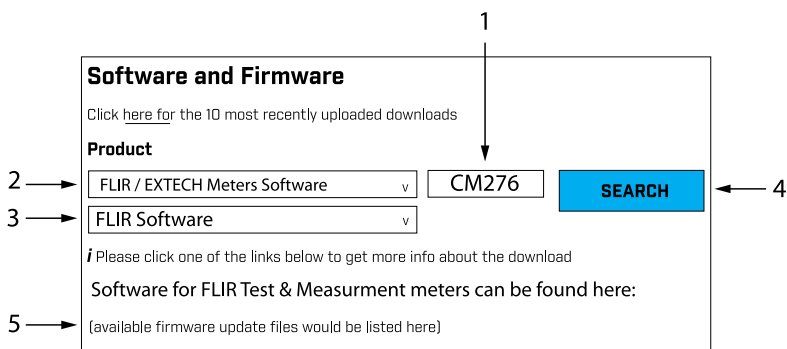

Figure 13.3 Suivez les étapes pour terminer le processus de téléchargement.
- Pour la Figure 13.3 ci-dessous, 1. Saisissez **CM276** dans le champ de recherche ; 2. Sélectionnez **Logiciels FLIR / Extech** dans le menu déroulant ; 3. Sélectionnez **Logiciels FLIR** dans le menu déroulant ; 4. Cliquez sur **RECHERCHE** ; 5. Cliquez sur le fichier de mise à niveau pour le télécharger sur votre PC.